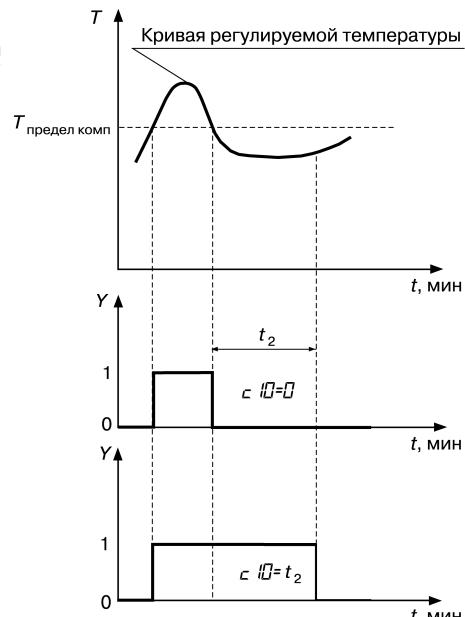

Рис. 3.21. Задержка отпускания компаратора: компаратор "отпустил"
- если больше, то по истечении времени t_2 происходит отпускание компаратора (рисунок 3.21). Этот режим работы компаратора реализуется заданием параметру $\text{с } \text{IO}=1$ на ненулевого значения (см. Приложение Д).